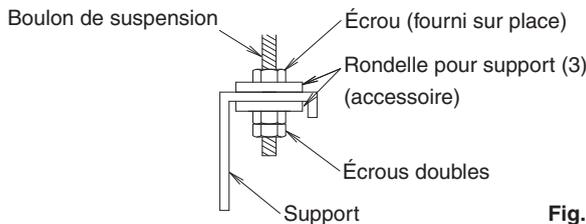

Fig. 10
- (1) Fixez le support au boulon de suspension. (Reportez-vous à la Fig. 10)